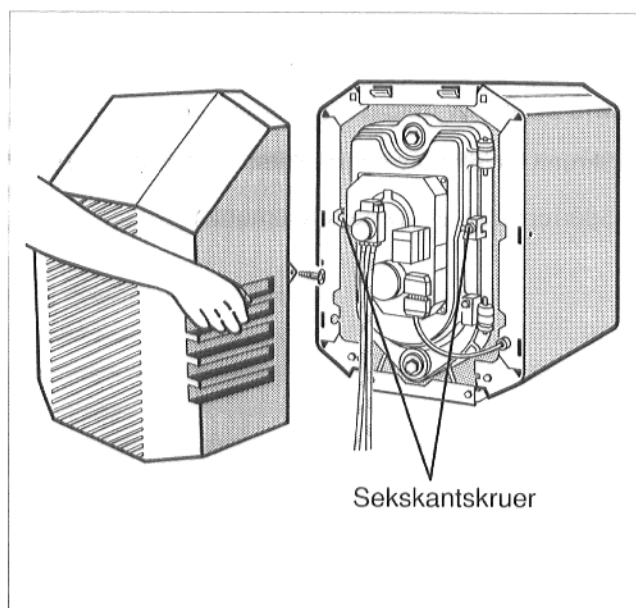

fig. 30
- Sekskantskruene (fig. 30) skrur ut på venstre og høyre side av brennerdøren. Brennerdøren svinges opp.
- Brennerdøren lukkes og de to sekskantskruene (fig. 30) trekkes jevnt til.